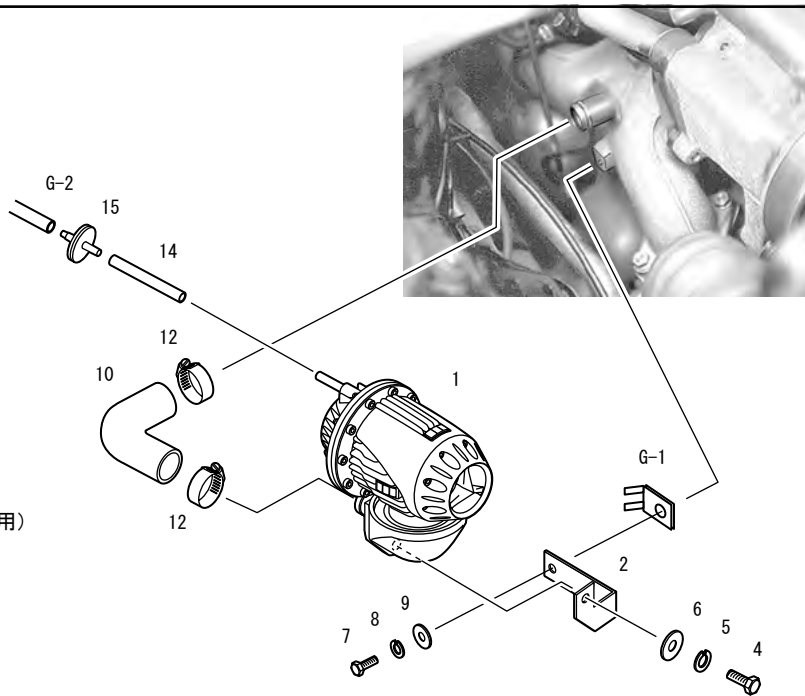

図 4
(1) ブローオフアセンブリにブローオフステー、ジョイントホースを仮組みしてください。(図4、図5)
(2) キットパーツを仮付けしてください。(図4、図5)
ホースφ4は適当な長さに（ある程度余裕を持たせて）切って使用してください。（図4、図5）
- (4) ブローオフアセンブリのニップル部に取付けたホースφ4をタイラップで縛り、固定してください。（図4、図5、図6）